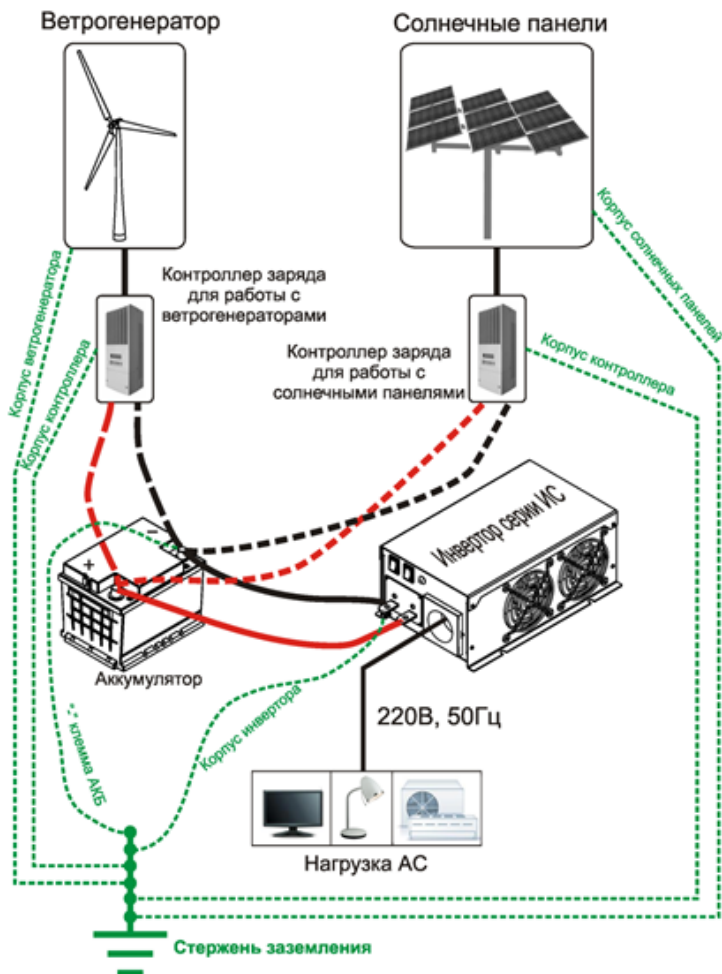

Рисунок 4 – Схема подключения инверторов серии ИС к системам альтернативной энергии
9.6 Схема подключения инвертора в системе питания от альтернативных источников энергии указана на рис.4 (при построении систем бесперебойного питания с использованием альтернативной энергии необходимо выполнять рекомендации).